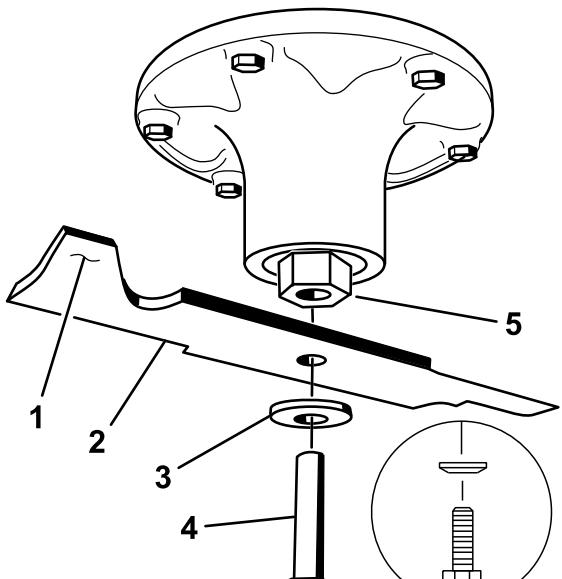

Figura 79
rebaje algo el metal en la parte de la vela solamente (Figura 79). Repita este procedimiento hasta que la cuchilla esté equilibrada.
2. Instale la cuchilla, la arandela de muelle y el perno de la cuchilla. El cono de la arandela de muelle debe estar orientado hacia la cabeza del perno (Figura 79). Apriete el perno de la cuchilla a 115–149 Nm.